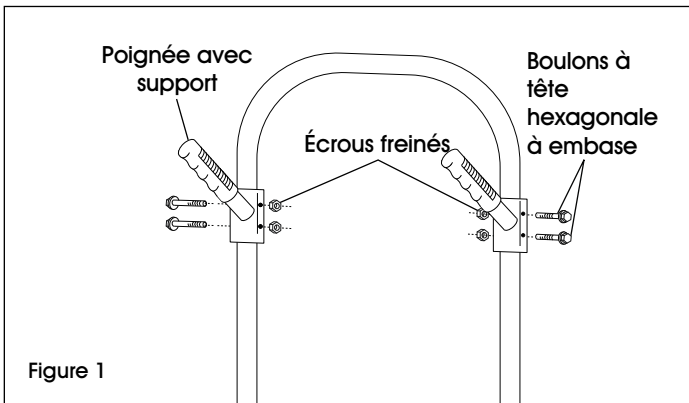

Figure 1
2. Alignez les trous des poignées avec supports avec ceux de la poignée allongée. Insérez quatre boulons à tête hexagonale à embase à travers les poignées avec supports et la poignée allongée et fixez-les à l'aide d'écrous freinés. (Voir Figure 1)